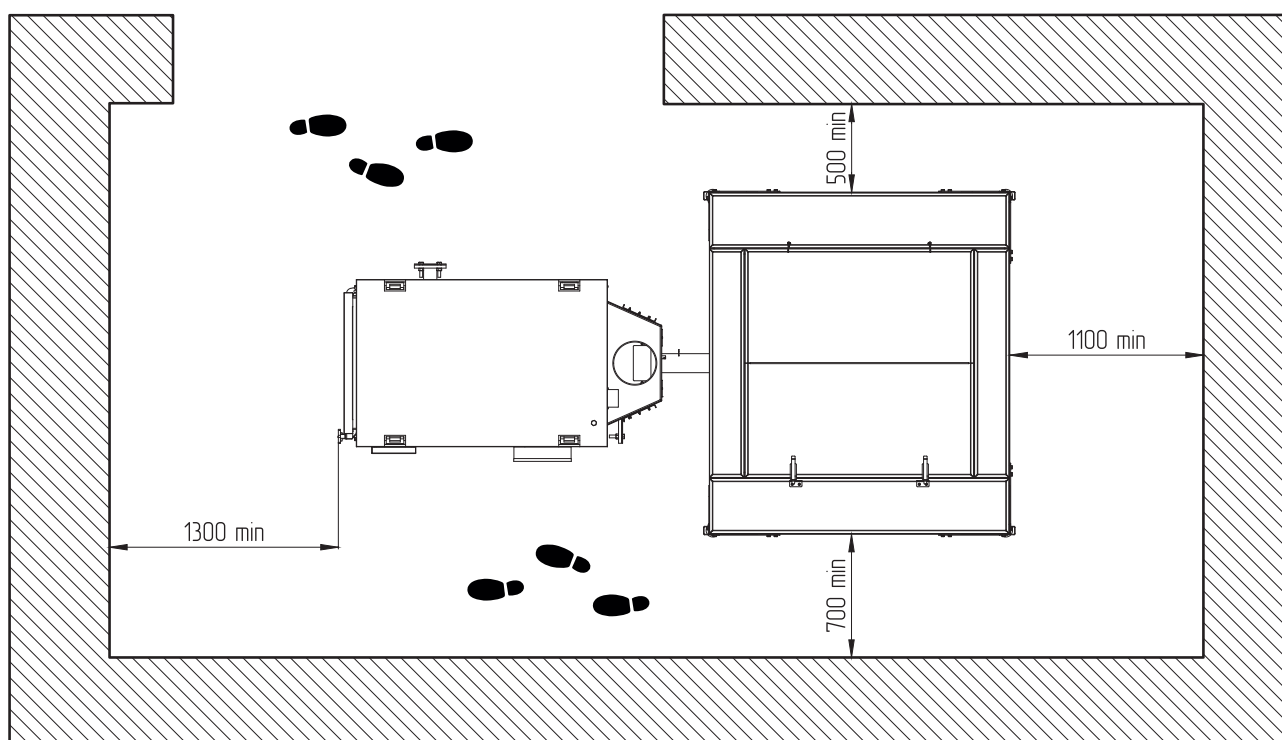
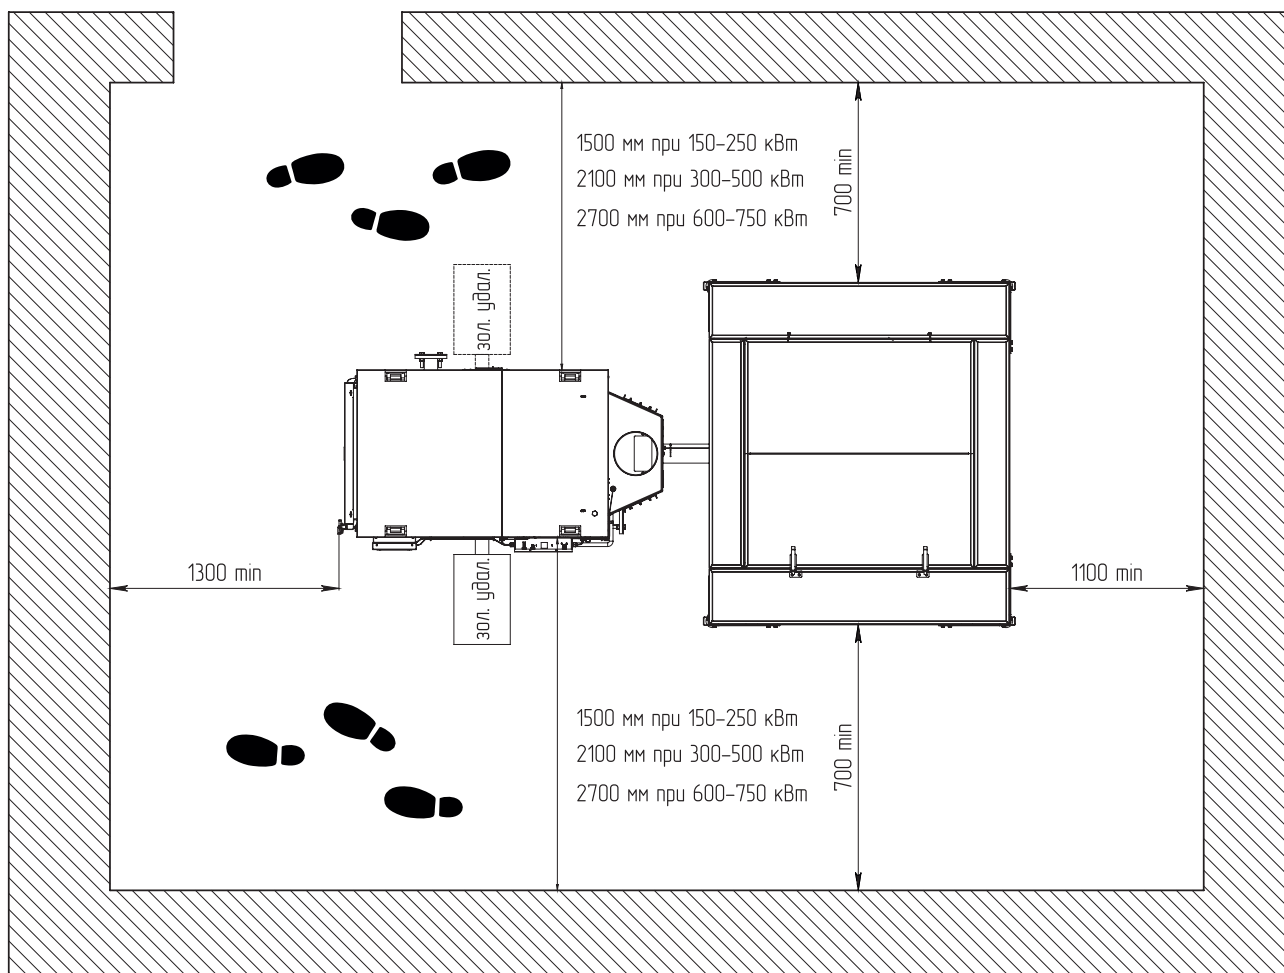

Рис.6 Расположение котла в помещении котельной (без учета комплекта золоудаления)
Рис.7 Расположение котла в помещении котельной (с учетом комплекта золоудаления)
- С боковых сторон необходимо оставлять пространство для доступа к задней части котла в соответствии с **Рис.6** и **Рис.7**.
Расположение котла в помещении с учетом необходимого для обслуживания пространства показано на **Рис.6**.
Внимание! Принципиальные схемы (**Рис.6, Рис.7**) показаны без учета масштаба и не могут являться основанием для проектирования котельной.
Размеры разделок и отступок для печей заводского изготовления и дымовых каналов принимаются в соответствии с документацией завода-изготовителя (настоящим паспортом и инструкцией по эксплуатации) — не менее 500 мм с задней части бункера и не менее 700 мм с лицевой стороны бункера. При использовании системы золоудаления расстояние необходимо увеличить согласно **Рис.7**;